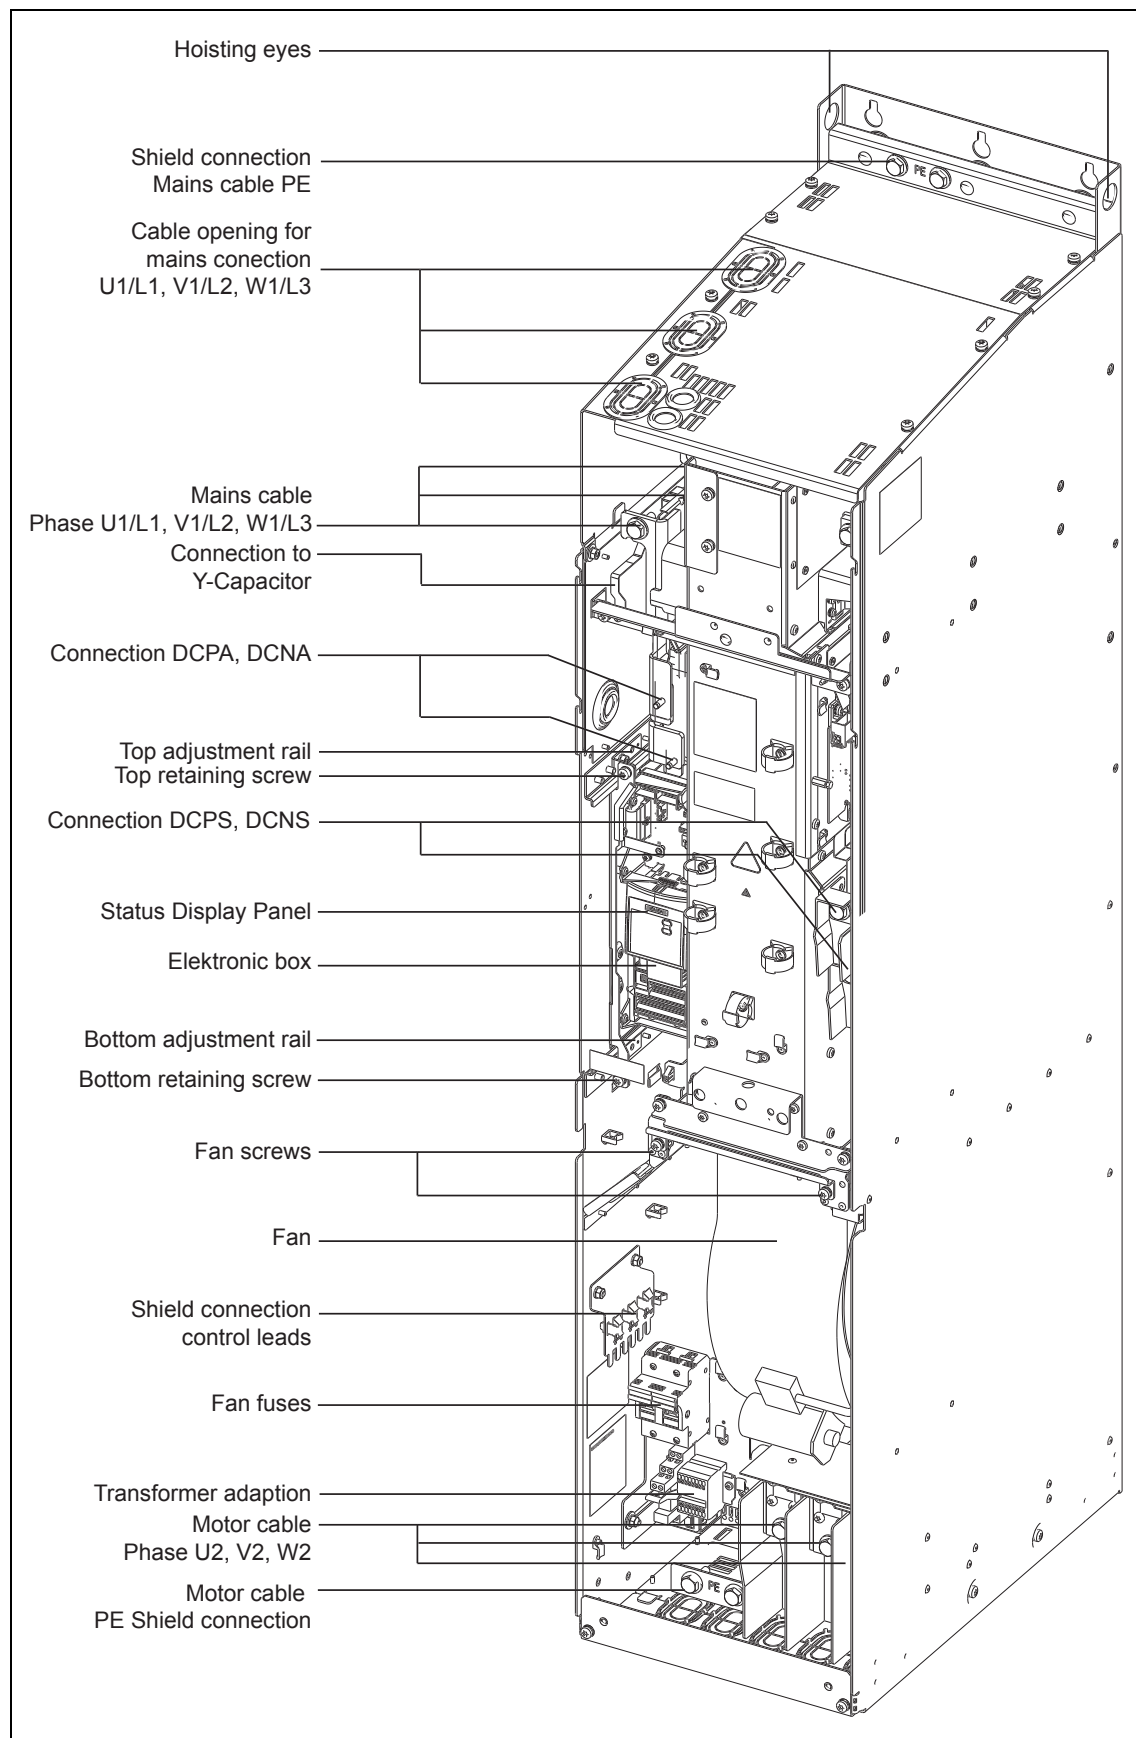

Fig. 2-7 Visão geral de conexão para Tamanho GX
- Terminais de conexão para Tamanho GX (Fig. 2-7)